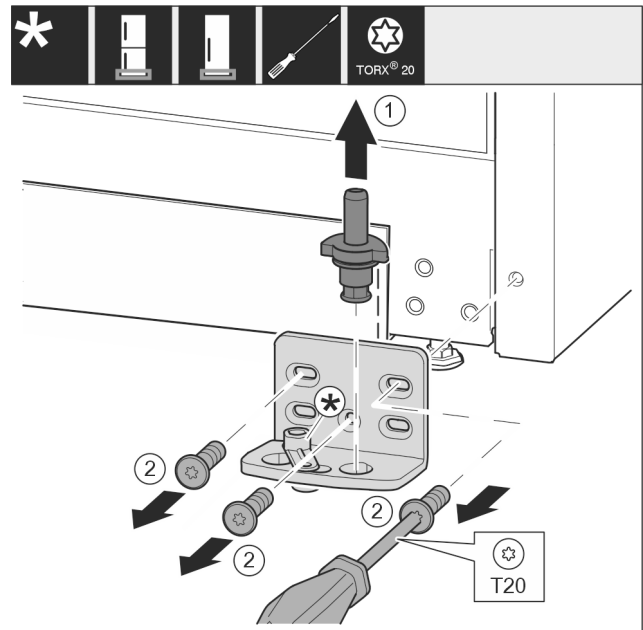

Fig. 13
- ▶ Húzza ki teljesen a csapszeget felfelé. Fig. 13 (1)
- ▶ Csavarja ki a csavarokat a T20 csavarhúzóval, és vegye le a csapágybakot. Fig. 13 (2)